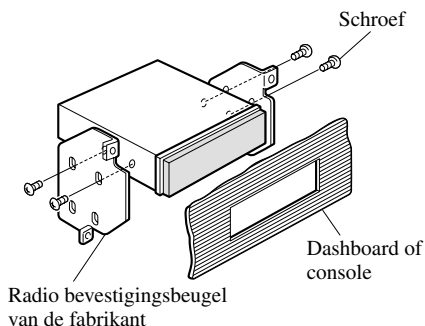

Afb. 17
- **Vastmaken van dit product aan de fabrieksradio-bevestigingsbeugel. (Afb. 17) (Afb. 18) (Afb. 19)**